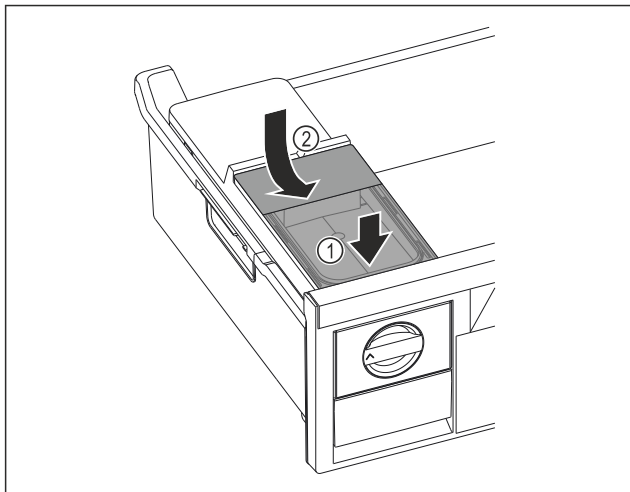

Fig. 157
- ▶ Postavite spremnik za vodu sprijeda. Fig. 157 (1)
- ▶ Spustite spremnik za vodu straga. Fig. 157 (2)